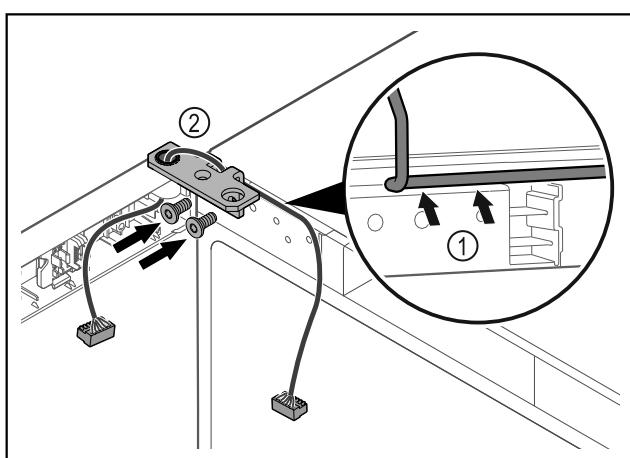

Fig. 63
- Проведите кабель через отверстие в шарнирном уголке и аккуратно уложите его *Fig. 63 (1)*.
- Привинтите шарнирные уголки *Fig. 63 (2)*.